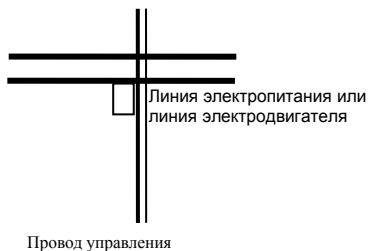

Рис. 3-16 Требования к прокладке проводов
(1) Линия, соединяющая преобразователь с электродвигателем (провода, отходящие от клемм U, V, W), не должна располагаться параллельно линии электропитания (провода, подключенные ко входным клеммам R, S, T или R, T). Кроме того, расстояние между ними должно быть не менее 30 см.
(2) Три провода, идущие от клемм U, V, W преобразователя к электродвигателю, должны быть помещены в металлическую трубу или металлический желоб для проводов.
(3) Управляющая сигнальная линия должна представлять собой экранированный кабель, экранирующая оболочка которого подключена к клемме PE (защитное заземление) преобразователя и заземлена вблизи одного конца со стороны преобразователя.
(4) Заземляющий кабель клеммы PE (защитное заземление) не может быть соединен с заземляющим проводом другого оборудования; он должен быть подключен непосредственно к пластине заземления.
(5) Провода для передачи управляющих сигналов не следует прокладывать параллельно силовым проводам или на небольшом расстоянии от них (клеммы R, S, T или R, T и U, V, W); их нельзя также связывать в один жгут; расстояние между ними должно быть не менее 20-60 см (в зависимости от силы тока). Как показано на рис. 3-16, в случае пересечения они должны пересекаться под прямым углом.
(6) Слаботочные заземляющие провода для таких линий, как линия управляющих сигналов или линия датчиков, и силовой заземляющий провод должны быть заземлены независимо.
(7) Категорически запрещается подключать другое оборудование ко входным клеммам электропитания преобразователя (клеммы R, S, T или R, T).